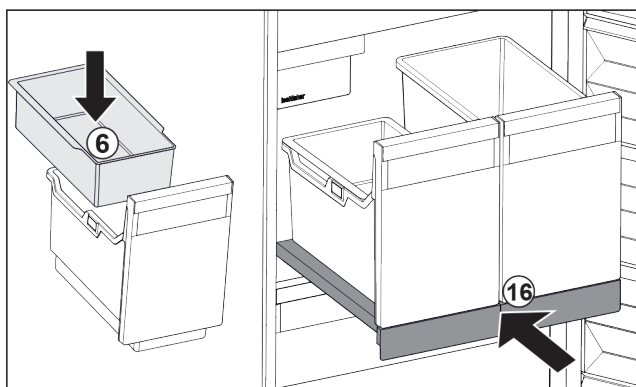

Fig. 91
- ▶ Sett inn brettet Fig. 91 (6) for isbiter.
- ▶ Skyv inn uttrekksplaten med beholder (IceTower). Fig. 91 (16)